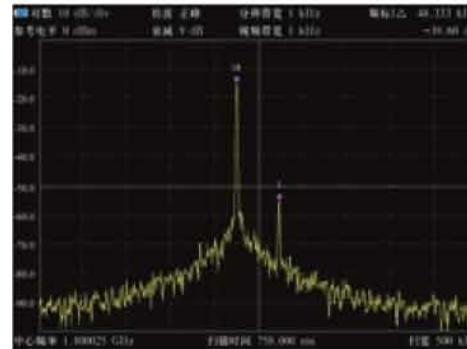

图4-6 1kHz 分辨带宽设置下的测试
- 按【分辨带宽 自动手动】键，设置分辨带宽为手动，输入1kHz；如图4-6所示。
- 按【MARKER】键，一按【差值】键，移动光标，将光标移至次峰值，可以读出这两个不等幅信号的频率差和幅度差；如图4-6所示